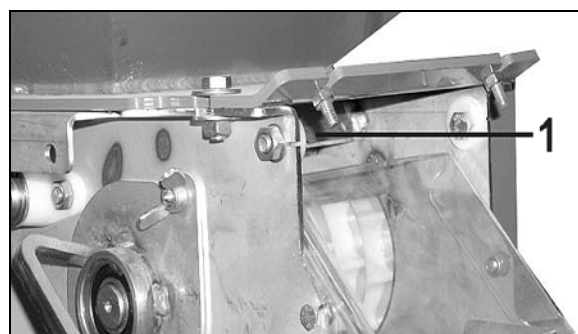

Рис. 84
1. Уберите пружинный фиксатор (Рис. 84/2) (требуется только для закрытия заполненного семенного бункера заслонкой (Рис. 84/1)).